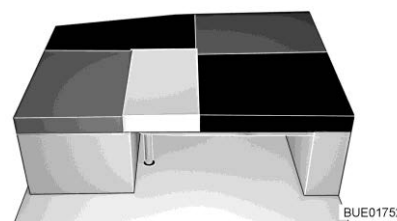

Fig. 158 Dopo la trasformazione
- Riporre sul tavolo il cuscino dello schienale del sedile laterale/del divano laterale (tra il cuscino del divano laterale/il divano laterale e il cuscino aggiuntivo, vedi Fig. 158).